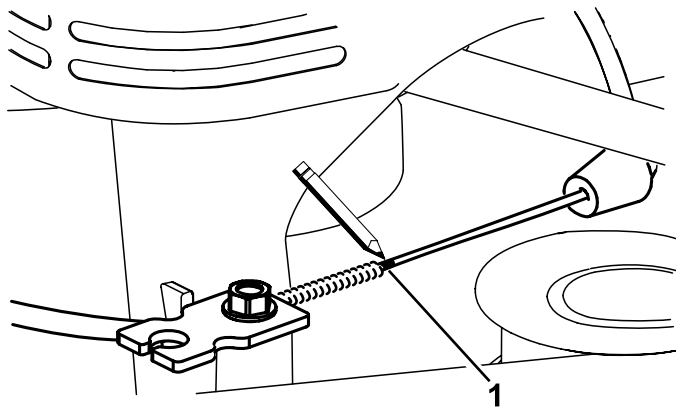
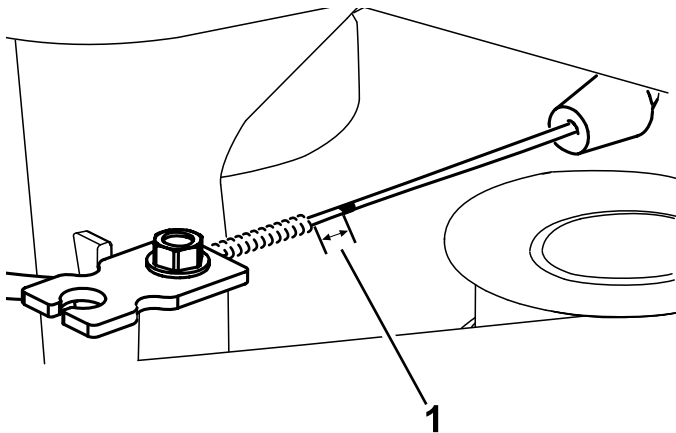

Bild 44
Bild 45
7. Markieren Sie den Bremszug (**Bild 44**) und stellen Sie dann den Mantel ein, bis das Spiel ca. 11 mm ist (**Bild 45**).